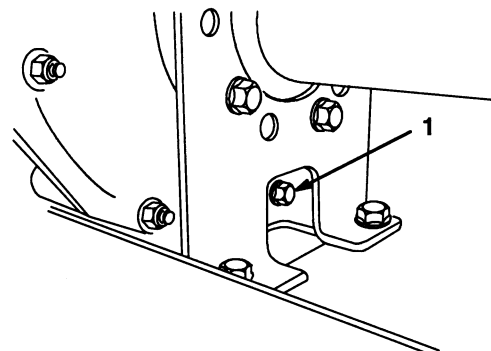

Figure 27
- Enlevez le bouchon de vidange sur le côté droit du réservoir (Fig. 27) et laissez s'écouler le liquide dans le bac de vidange. Revissez le bouchon en place quand tout le liquide d'est écoulé.